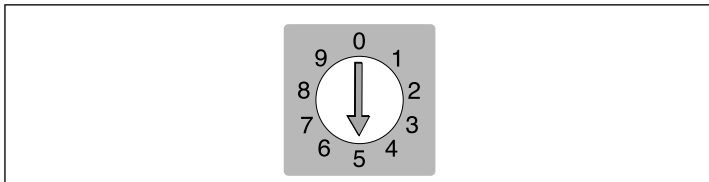

Abb. 4: SCSI-Adressenwählschalter
- A SCSI-Adressenwahlschalter:** Um eine Adresse zuzuweisen, nehmen Sie einen Schraubendreher und richten den Pfeil auf eine Adressennummer. Verwenden Sie nur die Zahlen +0, 1, 2, 3, 4, 5 oder 6. Verwenden Sie nicht die Zahlen 7, 8 oder 9. Eine ausführliche Darstellung finden Sie in Abbildung 4.
4. **WICHTIG:** Auf der Rückseite des Scanners ist eine kleine Wählscheibe zur Einstellung der SCSI-Adresse des Scanners (siehe Abbildung 4). Achten Sie darauf, daß jedem Gerät in der SCSI-Kette eine andere SCSI-Adresse zugewiesen wurde. Passen Sie gegebenenfalls die Wählscheibe mit einem kleinen Schraubendreher an, um eine neue Adresse für den Scanner einzustellen. Verwenden Sie nur die Zahlen +0, 1, 2, 3, 4, 5 oder 6. Verwenden Sie nicht die Zahlen 7, 8 oder 9.